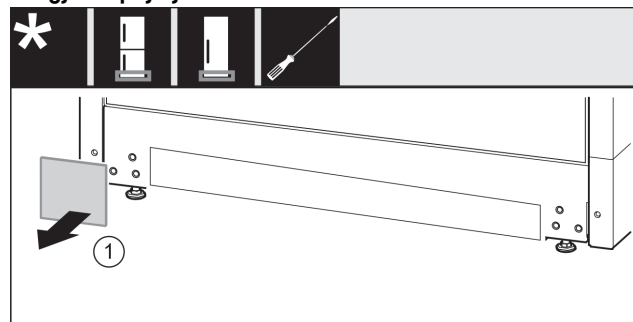

Fig. 17
- ▶ Hiqni kapakun mbulues Fig. 17 (1).